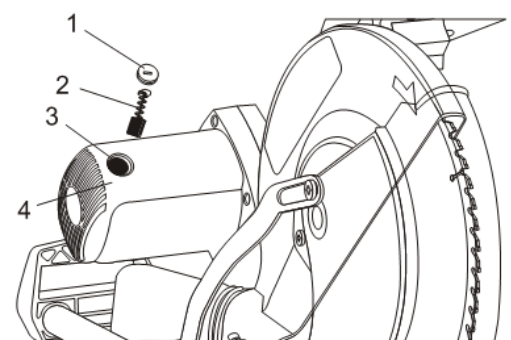

Fig. 36
1. Utilisez un tournevis plat $\frac{1}{4}$ po (non inclus) et retirez un capuchon de brosse (1) (Fig. 36). Tournez le capuchon de la brosse dans le sens inverse des aiguilles d'une montre pour le retirer du boîtier du moteur.
2. Tirez l'ensemble ressort et brosse (2) du porte-balais (3) dans le moteur logement (4).